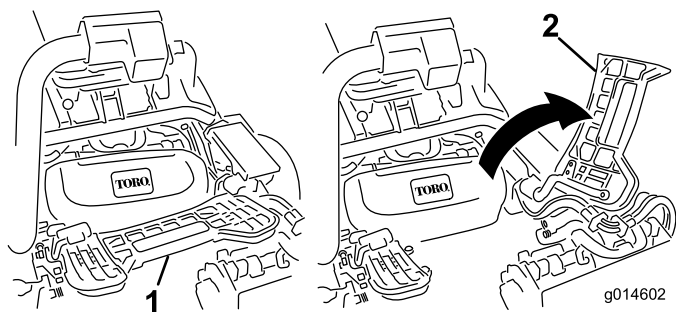

図 11
3. 中央カッティングユニットを取り付ける時は、フット・レストを跳ね上げて取り付け位置へのアクセスを確保する（図 11）。